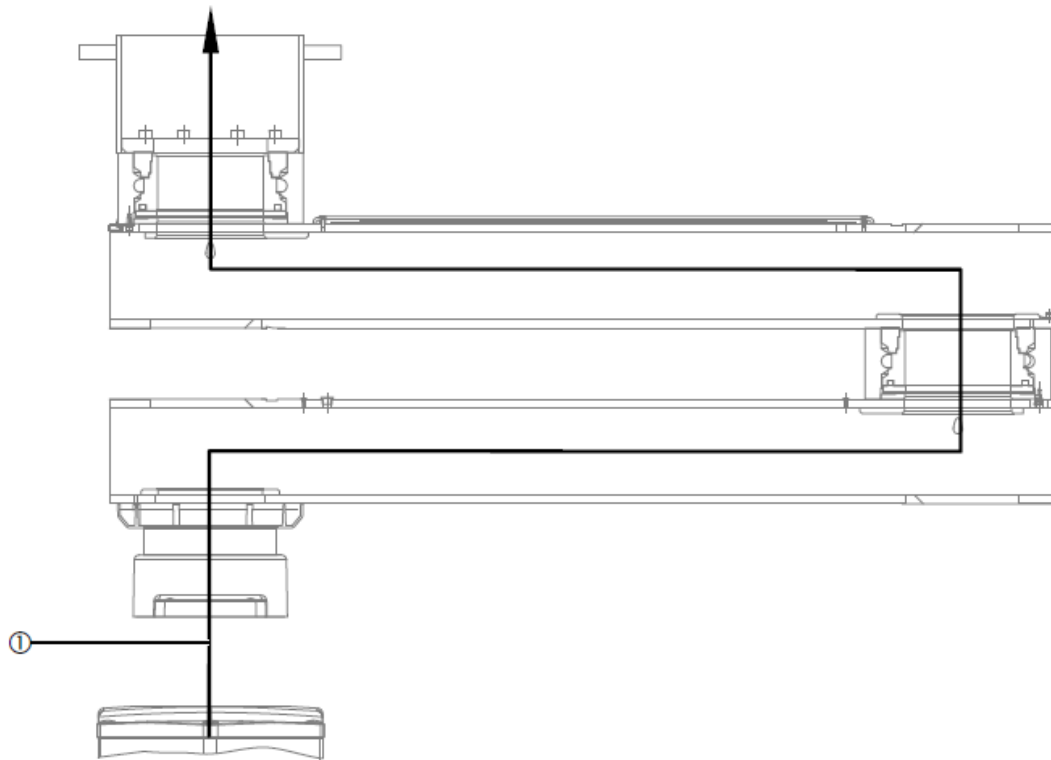

Abb.48 Verlegung des Stromkabels für die Druckluftbremsen
- Verlegen Sie das Versorgungskabel ① (ggf. in einem spiralförmig gewickelten Rohr) durch das Aufhängungssystem zur Schnittstellenplatine, wie in Abbildung 48 dargestellt.